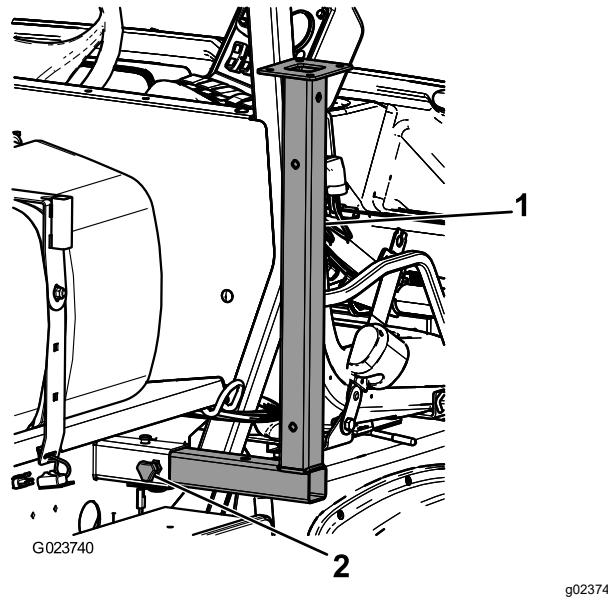

Figura 47
1. Inserte las patas de apoyo delanteras boca abajo en el bastidor cerca de los puntos de amarre delanteros (Figura 47).